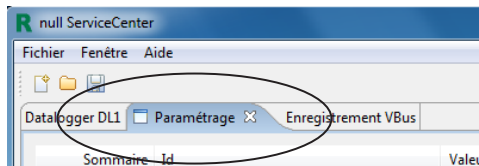

fig. 4
- Cliquez sur l'onglet **Paramétrage** (fig. 4)